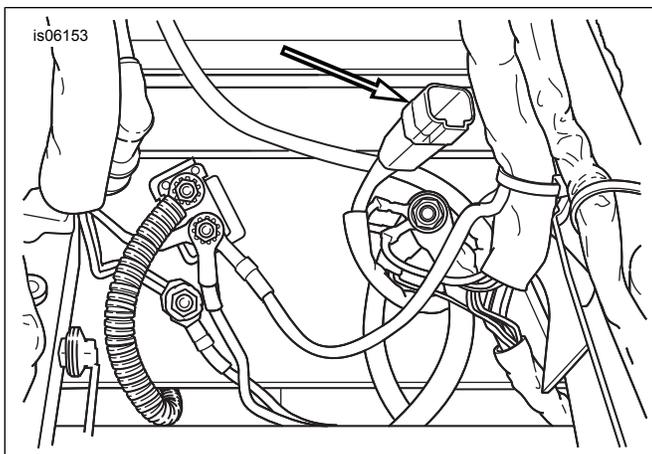

Figura 2. Localização do conector de acessórios [4] embaixo do assento
2. Localize o conector de acessórios de quatro pinos [4] na área embaixo do assento. Veja a Figura 2. Remova o tampão do conector de acessórios. Conecte o chicote de fios de extensão da luz do bagageiro (7) ao conector de acessórios.